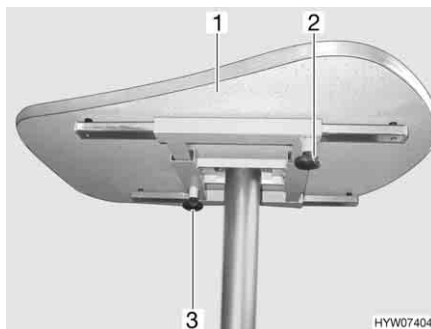

Fig. 34 Tavolo fisso con piede del tavolo ancorato
- Svitare la vite a testa cilindrica zigrinata (Fig. 34,2).
- Spingere il piano del tavolo (Fig. 34,1) nella posizione desiderata.
- Svitare la vite a testa cilindrica zigrinata (Fig. 34,3).